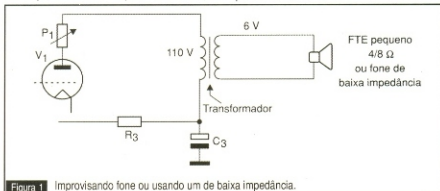

Figura 1 Improvisando fone ou usando um de baixa impedância.
a) Podemos usar um fone de baixa impedância colocando um transformador para casamento de impedâncias, conforme mostra a figura 1.